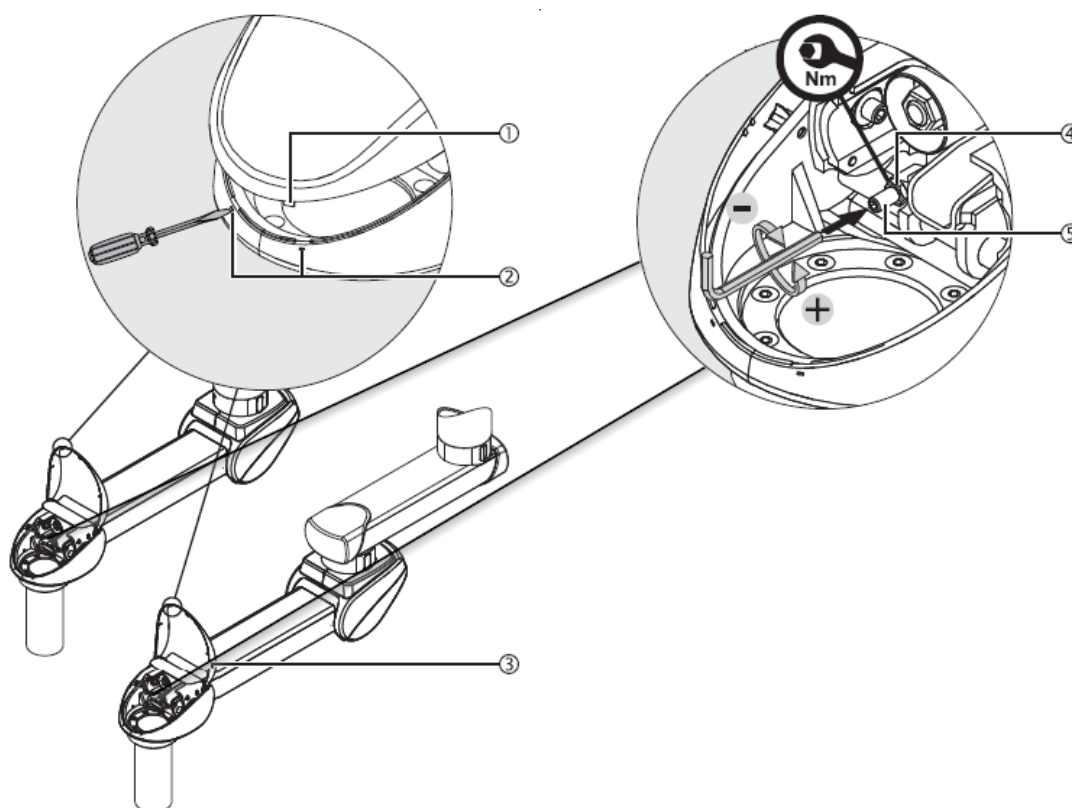

Fig.69 Réglage de l'élévation verticale sur un bras à ressort
- Desserrer et retourner l'écrou hexagonal M12 ④ - ISO 4035.
- Insérez la clé Allen dans la vis de réglage ⑤.
- Pour réduire la levée verticale, tournez la clé Allen vers la gauche (dans le sens inverse des aiguilles d'une montre), comme illustré à la figure 69.
- Pour augmenter la levée verticale, tournez la clé Allen vers la droite (dans le sens des aiguilles d'une montre), comme illustré à la figure 69.
- Serrez l'écrou hexagonal M12 ④ - ISO 4035.